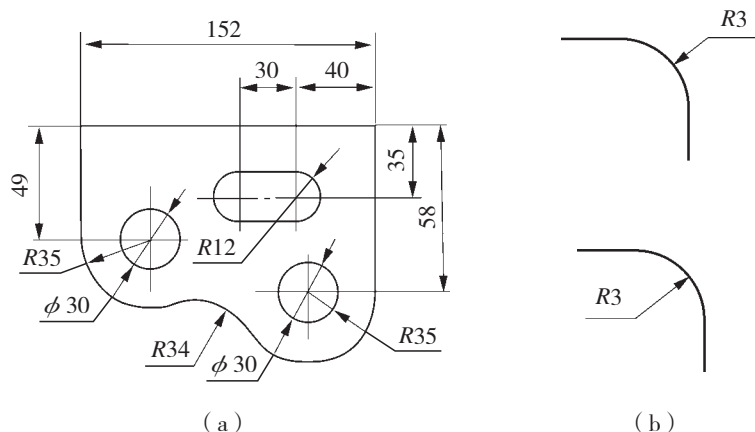
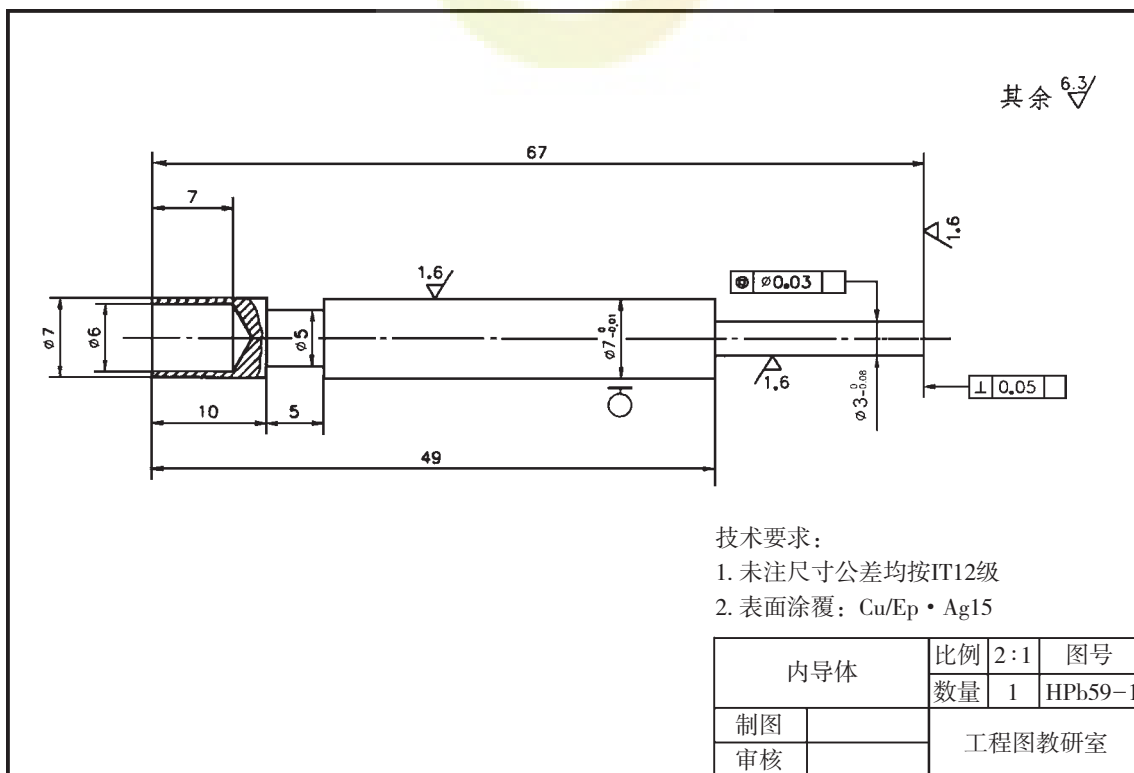

图2-34 制图规范
图2-35 加工零件图
(二) 图线画法 (见图2-34)
(三) 尺寸标注 (见图2-34)
见图2-34 (a) :
- (1) 图形的尺寸数据以真实大小为依据。
- (2) 图形中的尺寸单位一般为毫米, 不需在图形中标明。
- (3) 标注圆的直径、半径的尺寸线须通过圆心。
- (4) 尺寸数字一般标注在尺寸线上方, 且不可被任何图线穿过。
- (5) 标注尺寸时尽量使用符号和缩写词。如: 直径 ϕ , 半径 R , 球直径 $S\phi$, 球半径 SR 。
- (6) 尺寸标注不应闭合。如图中尺寸: 标明30、40两个尺寸。因 $30+40=70$, 只能标注30、40和70的3个尺寸中的任意两个数字。
- (7) 标注角度的尺寸数字一律写成水平方向, 并注写在尺寸线的中断处。尺寸线应画成圆弧。
- (8) 尺寸应标注在图形最明显的位置, 同一位置的尺寸在视图中只能标明一次而不能重复。
(9) 半圆或不足半圆的圆弧要标注半径, 如图2-34 (b) 所示。
轴套类零件。如图2-35所示，为内导体零件图。
因为像内导体一样的轴套类零件主要是在车床和磨床上加工的，所以选择轴线水平放置的非圆视图画主视图。由于内导体各组成部分都是回转体，所以只用一个基本视图（主视图）就够了，如图2-35所示。一般对于实心轴的主视图通常不作剖切，但对有孔、槽等内部结构的地方，常采用局部剖视。图2-35中用局部剖视表达内导体中心孔的形状及深度。
轴套类零件大多数是由长短不等、直径大小不同的回转体组成。因此主体尺寸实际上就是将它的径向尺寸（直径）和轴向尺寸（长度）标注出来，如图2-35所示。径向尺寸以中心轴线为基准注出，如 $\phi 3_{-0.08}^0$ 、 $\phi 7_{-0.01}^0$ 、 $\phi 5$ 、 $\phi 6$ 、 $\phi 7$ 。轴向尺寸以端面为基准注出，根据加工顺序可注出10、5、49。这里要注意不能注成封闭尺寸。对于轴套类零件局部结构的尺寸标注是注出定型尺寸和定位尺寸，如图2-34所示。封闭尺寸又叫封闭尺寸链，就是标注尺寸时头尾相接，绕成一整圈的一组尺寸。见图2-35，加工零件的总长度为67，左边一段为49，右边一段未加标尺寸，如果右边一段加注18，就构成了封闭尺寸链标注。从数字上讲， $18+49=67$ ，好像没有什么错误，但是这样标注尺寸，每个加工环节的尺寸的精度，都将受到其他环节的影响，因而精度难以得到保证。为了避免封闭尺寸链，可以选择一个不重要的尺寸不予标注，使尺寸链留有开口，如图2-35所示。开口环的尺寸在加工中自然形成，使该尺寸链中的其他尺寸的制造误差都集中到未标注尺寸这一段不重要的零件上去，从而保证主要尺寸的精度。这叫非封闭尺寸标注。
有配合要求及电气要求的表面应根据装配的关系注出偏差值，如图2-35所示。
形状公差和位置公差简称为形位公差，是指零件的实际形状和实际位置对理想位置的允许变动量。对精度要求较高的某些零件，在零件图中不仅要保证尺寸公差，而且还要求保证形位公差。在图2-35中，由于内导体在外导体内上下移动，所以对 $\phi 3$ 及 $\phi 7$ 的同轴度有一定要求，如 $\text{◎} \phi 0.03 \text{ C}$ （ $\phi 3$ 圆柱轴线相对于 $\phi 7$ 圆柱轴线的同轴度公差为0.03mm）。另外端面必须与轴线垂直，故注出了垂直度要求 $\text{⊥} 0.05 \text{ C}$ ，其他部位表面形状要求不甚高，只要达到一般要求即可，故不注出。